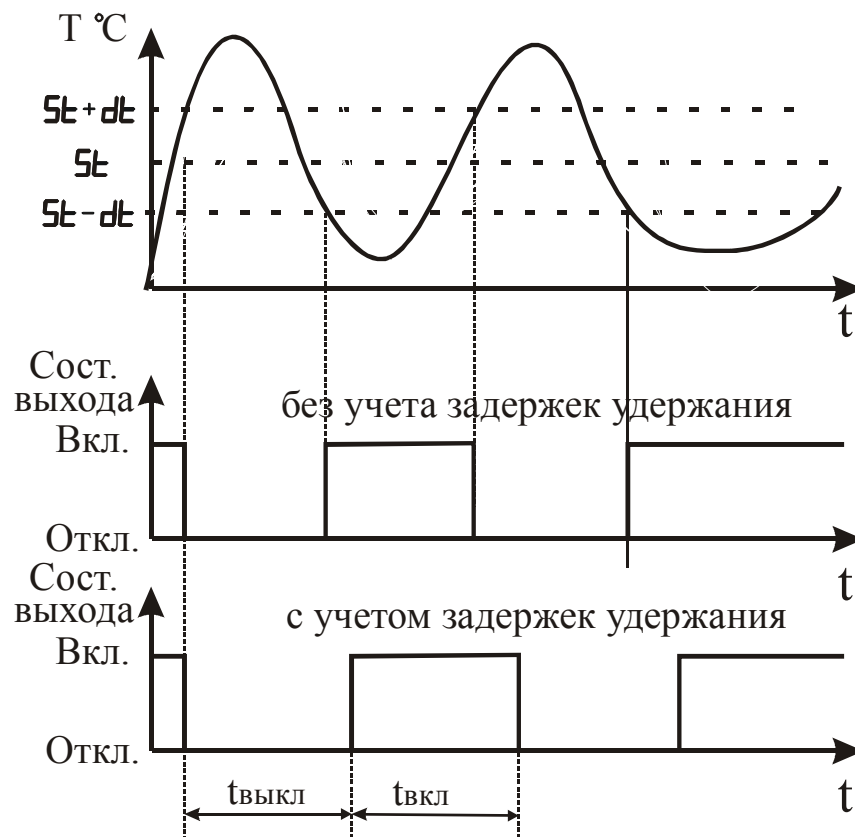

Рисунок 3.18 – Влияние параметров “Удержание замкнутым выходного устройства” и “Удержание разомкнутым выходного устройства” на состояние выходного устройства
3.3.3.11 Параметры “Удержание замкнутым выходного устройства” и “Удержание разомкнутым выходного устройства” задают минимальное время удержания выходного устройства в замкнутом и разомкнутом состоянии. Прибор удерживает выходное устройство в соответствующем состоянии в течение заданного времени, если даже по логике работы прибора должно произойти переключение (см. рисунок 3.18).